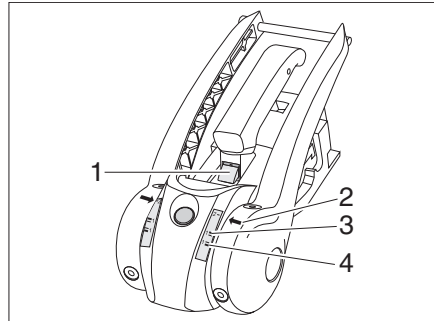

Fig. 152 Control de desgaste de forros de fricción
- Si la marca verde es visible (Fig. 152,1), los forros de fricción delanteros y traseros están todavía en orden. Si la marca verde ya no es visible, deben cambiarse los forros de fricción.
- Si la flecha (Fig. 152,2) está por debajo de la marca Softdock 1 verde, (Fig. 152,4) los forros de fricción a derecha e izquierda están en orden. Si la flecha (Fig. 152,2) está por encima de la marca Softdock 1 roja, (Fig. 152,3) los forros de fricción a derecha e izquierda deben cambiarse.
- Si la marca verde es visible (Fig. 152,1), la bola del acoplamiento está en orden. Si la marca verde ya no es visible, el diámetro de la bola del acoplamiento < es 49 mm, y debe cambiarse la bola del acoplamiento.